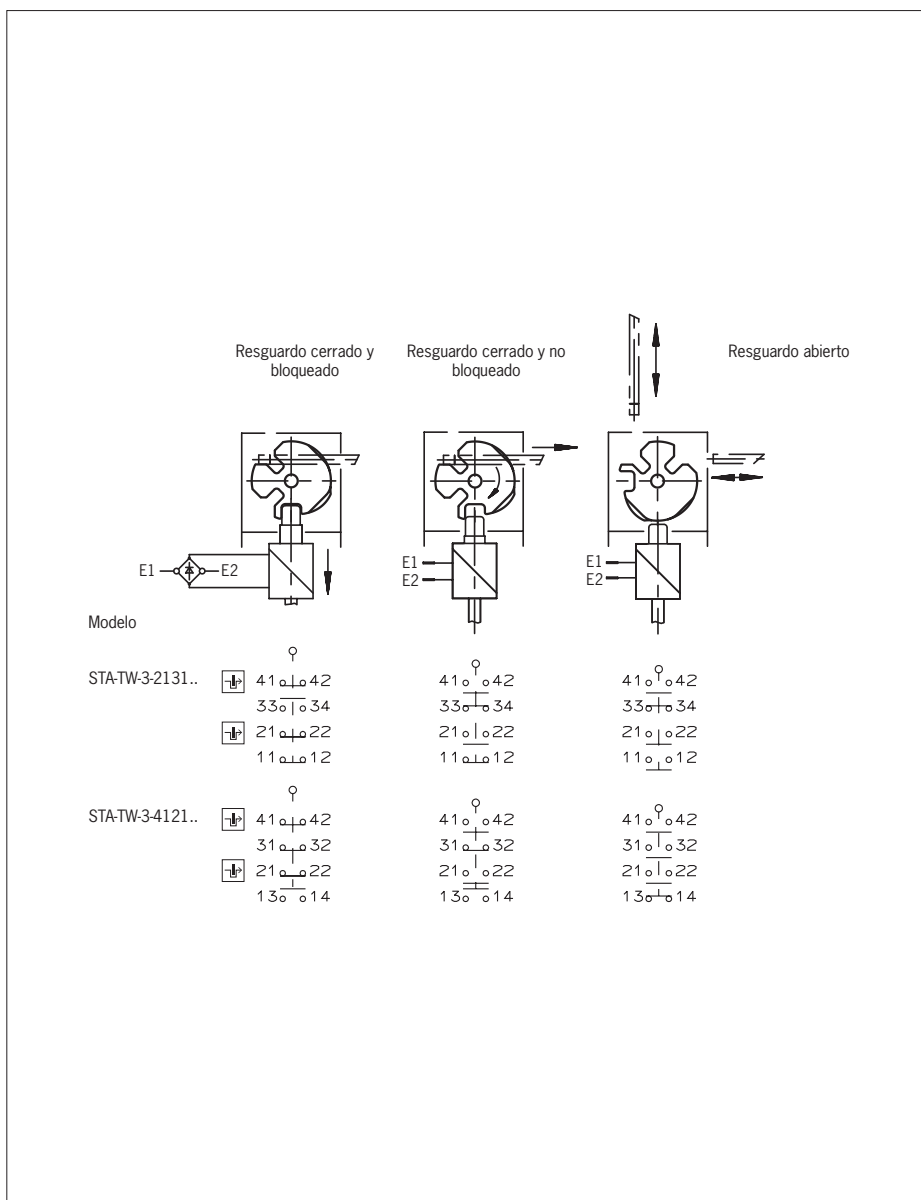

Figura 3: Elementos interruptores y funciones de conmutación
Debe usarse como mínimo un contacto . Este señala el estado del bloqueo (para la asignación de contactos, consulte la Figura 3).
Debe usarse como mínimo un contacto . También pueden utilizarse contactos con el símbolo  (para la asignación de contactos, consulte la Figura 3).
3. Apriete las conexiones y bornes con 0,5 Nm (para la asignación de contactos, consulte la Figura 3).